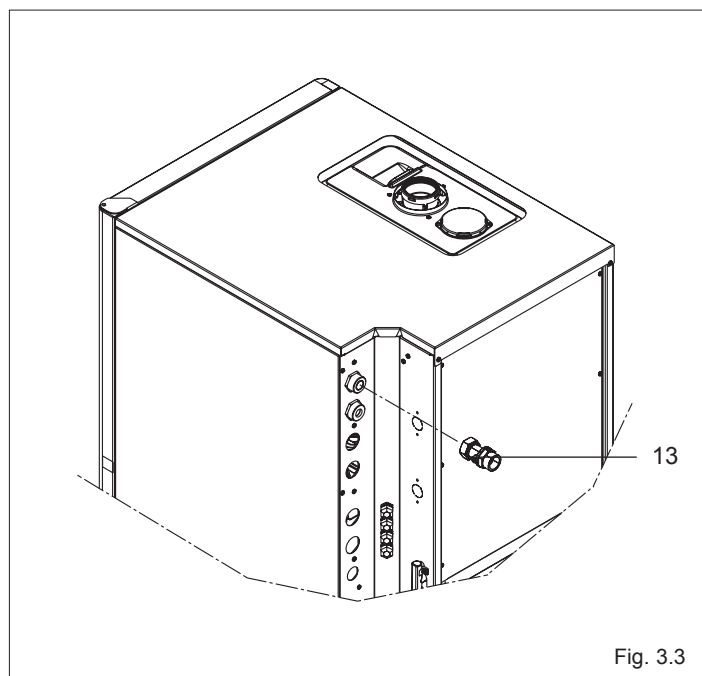

Fig. 3.3
- ! Installare la valvola di non ritorno (13) fornita in dotazione sulla mandata impianto (MI) (vedi fig. 3.3)
- ! Predisporre un tubo di raccolta della condensa della caldaia da collegare all'attacco (S) e convogliarlo nello scarico delle acque bianche, nel rispetto delle Norme Vigenti.